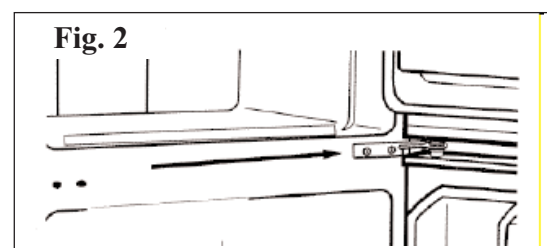

Fig. 2
- 5) Retire los tornillos de la unidad de bisagra central. Luego, retire la bisagra y la puerta del refrigerador (abra la puerta y jale hacia abajo) (Fig. 2).
- 7) Retire el enchufe de la puerta y el cojinete de la puerta ubicados en la parte superior e inferior de cada unidad de la puerta (Fig. 2).